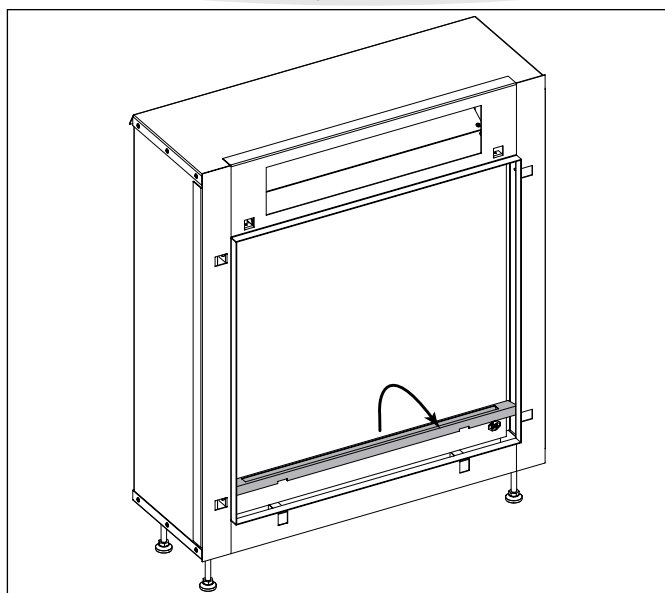

Figure 7
2. Retirez le profilé d'amenée d'air de l'appareil (**figure 7**).